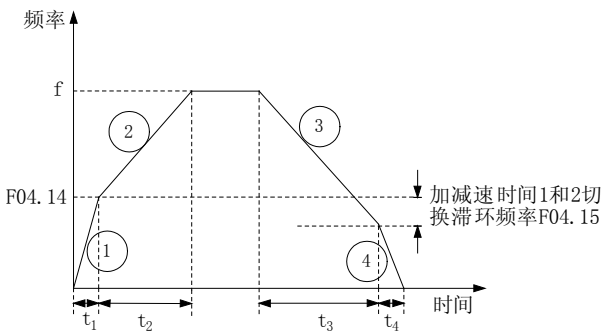

图6-20 加减速时间 1、2 切换示意图
如图 6-20 所示，加速时，首先以加速时间 1 运行，如图 6-20 中曲线①所示，且加速时间 $t_1 = \frac{F04.14 \times F04.02}{F02.10}$ 。当输出频率增加到切换点 F04.14 时，加速时间将由 F04.02 切换至 F04.04，图 6-20 中曲线②所示，且加速时间 $t_2 = \frac{(f - F04.14) \times F04.04}{F02.10}$ 。